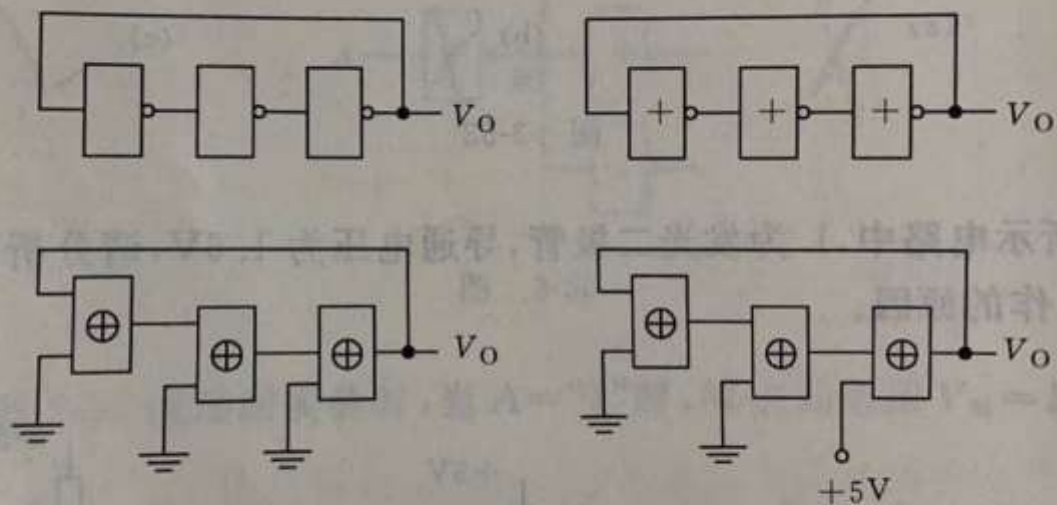

图 3-57
3.15 分析由基本门组成的电路如图 3-57 所示, 指出产生 CP 脉冲的电路。